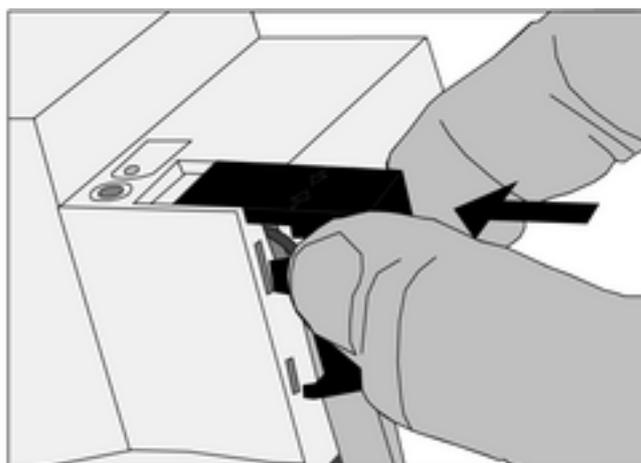

Bild 4: Abdeckkappe aufstecken
- Abdeckkappe über die Busklemme stecken, bis sie einrastet (Bild 4).